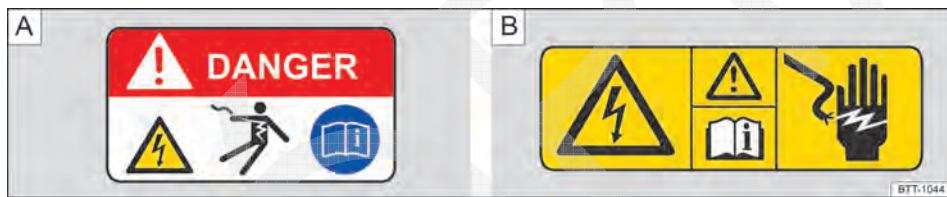

Fig. 148 Placas de advertência: A: componente de alta tensão, B: placa de advertência geral para alta tensão (representação princípio).
- Sobre coberturas e capas dos componentes de alta voltagem, atrás das quais há componentes sob alta tensão ⇒ Fig. 148 A.
- No compartimento do motor sobre a travessa da fechadura ⇒ Fig. 148 B.